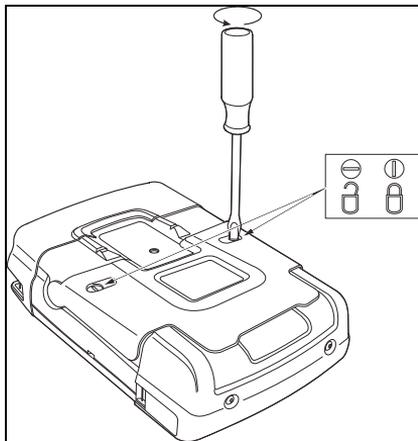

Figura 47. Destravamento da tampa da bateria
3. Destrave a tampa da bateria (Figura 47)